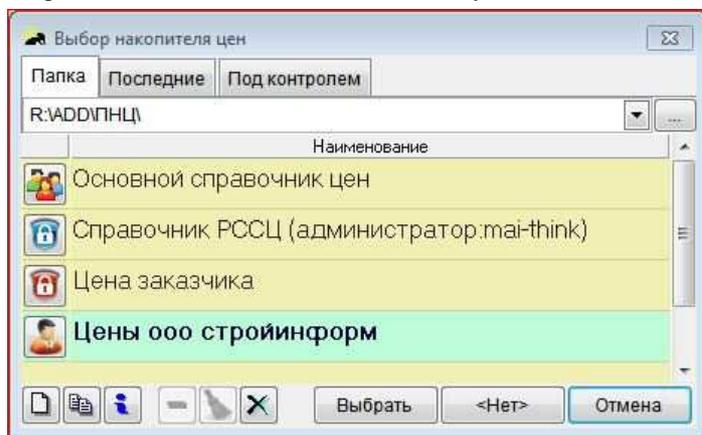

Рис. 1. Окно управления накопителями цен
4. Управление ценовыми накопителями осуществляется с помощью диалогового окна, показанного на Рис.1:
- *Папка.* В таблице показаны только накопители, находящиеся в папке, указанной в адресной строке. На Рис.1 показаны различные варианты накопителей, размещенных на сетевом диске R;. "Основной справочник цен" не защищен и доступен для изменений всем пользователям группы. "Справочник РССЦ" защищен паролем и контролируется администратором, имя которого указано в скобках. Накопитель "Цена заказчика" защищен паролем, но его администратор не назначен. До назначения администратора этот накопитель использовать не рекомендуется. "Цены ООО Стройинформ" защищен паролем и находится под управлением пользователя компьютера, на котором запущена программа;